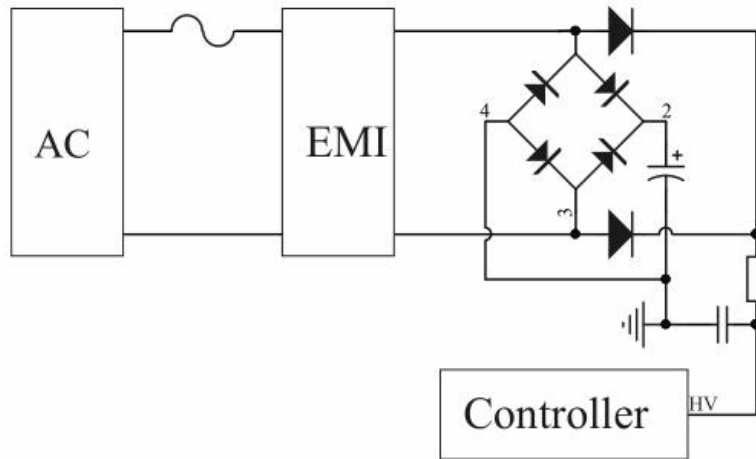

图 1：高压启动电路
DK065G 包含多功能高压 (HV) 引脚。为达到快速启动，内部集成了高压启动电路，可以快速启动电源同时能够有效降低待机功耗，如图 1 所示，能够快速准确监测输入电压，在输入掉电后，